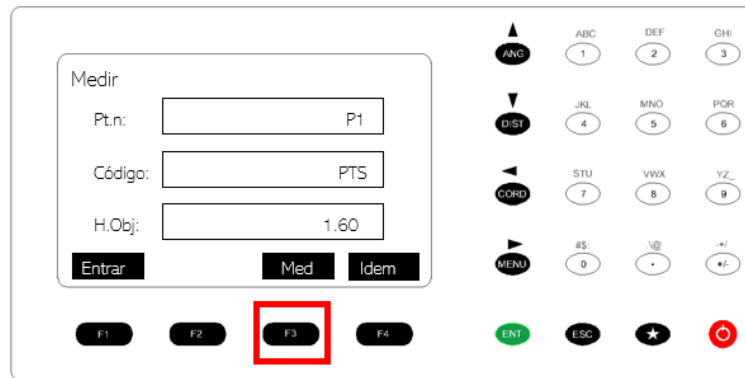
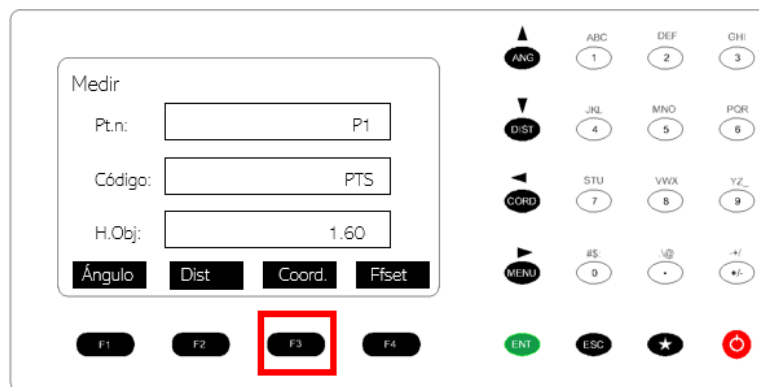

Figura 56. Toma de la medición.
Figura 57. Toma de la medición.
35. Presionar F3 Med (figura 56). Y seleccionar la opción F3 Coord (figura 57).